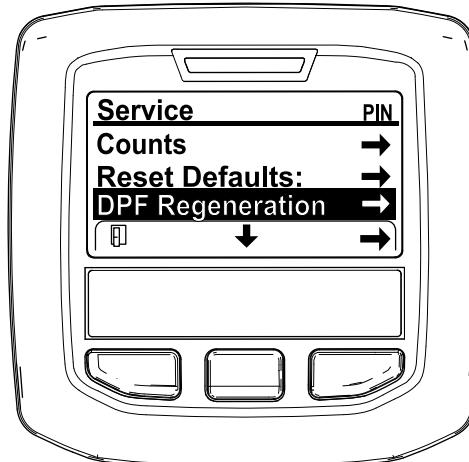

Figura 49
- No MENU DE MANUTENÇÃO, prima o botão do meio até surgirem as opções de REGENERAÇÃO DO DPF e prima o botão direito para selecionar a opção de REGENERAÇÃO DO DPF (Figura 49).